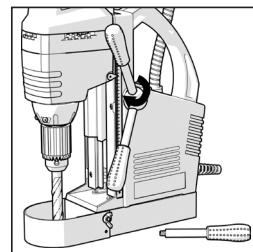

Fig. 1
- Fije los tres mangos en el saliente del eje y asegúrese de que se han atornillado completamente. (**Fig. 1**)